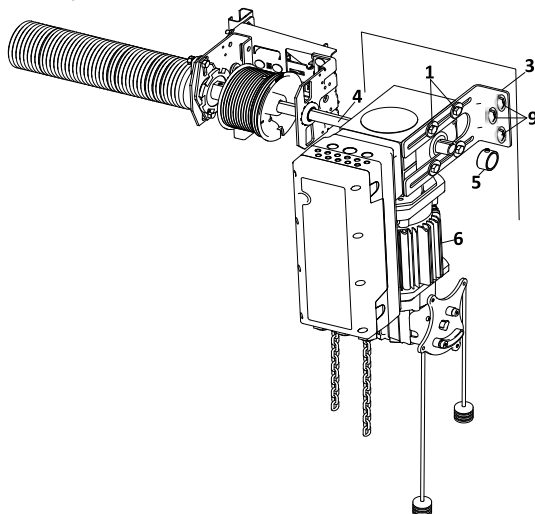

Рисунок 9
7. Закрепите монтажный кронштейн (3) закрутив винты (9), окончательно обожмите все винты (1) с моментом не более 20 Нм, установите на вал (4) второе стопорное кольцо (5). Оба стопорных кольца (5) установите плотно к сторонам привода и зафиксируйте винтами (не более 8 Нм, шестигранный ключ SW3) (Рис. 9).